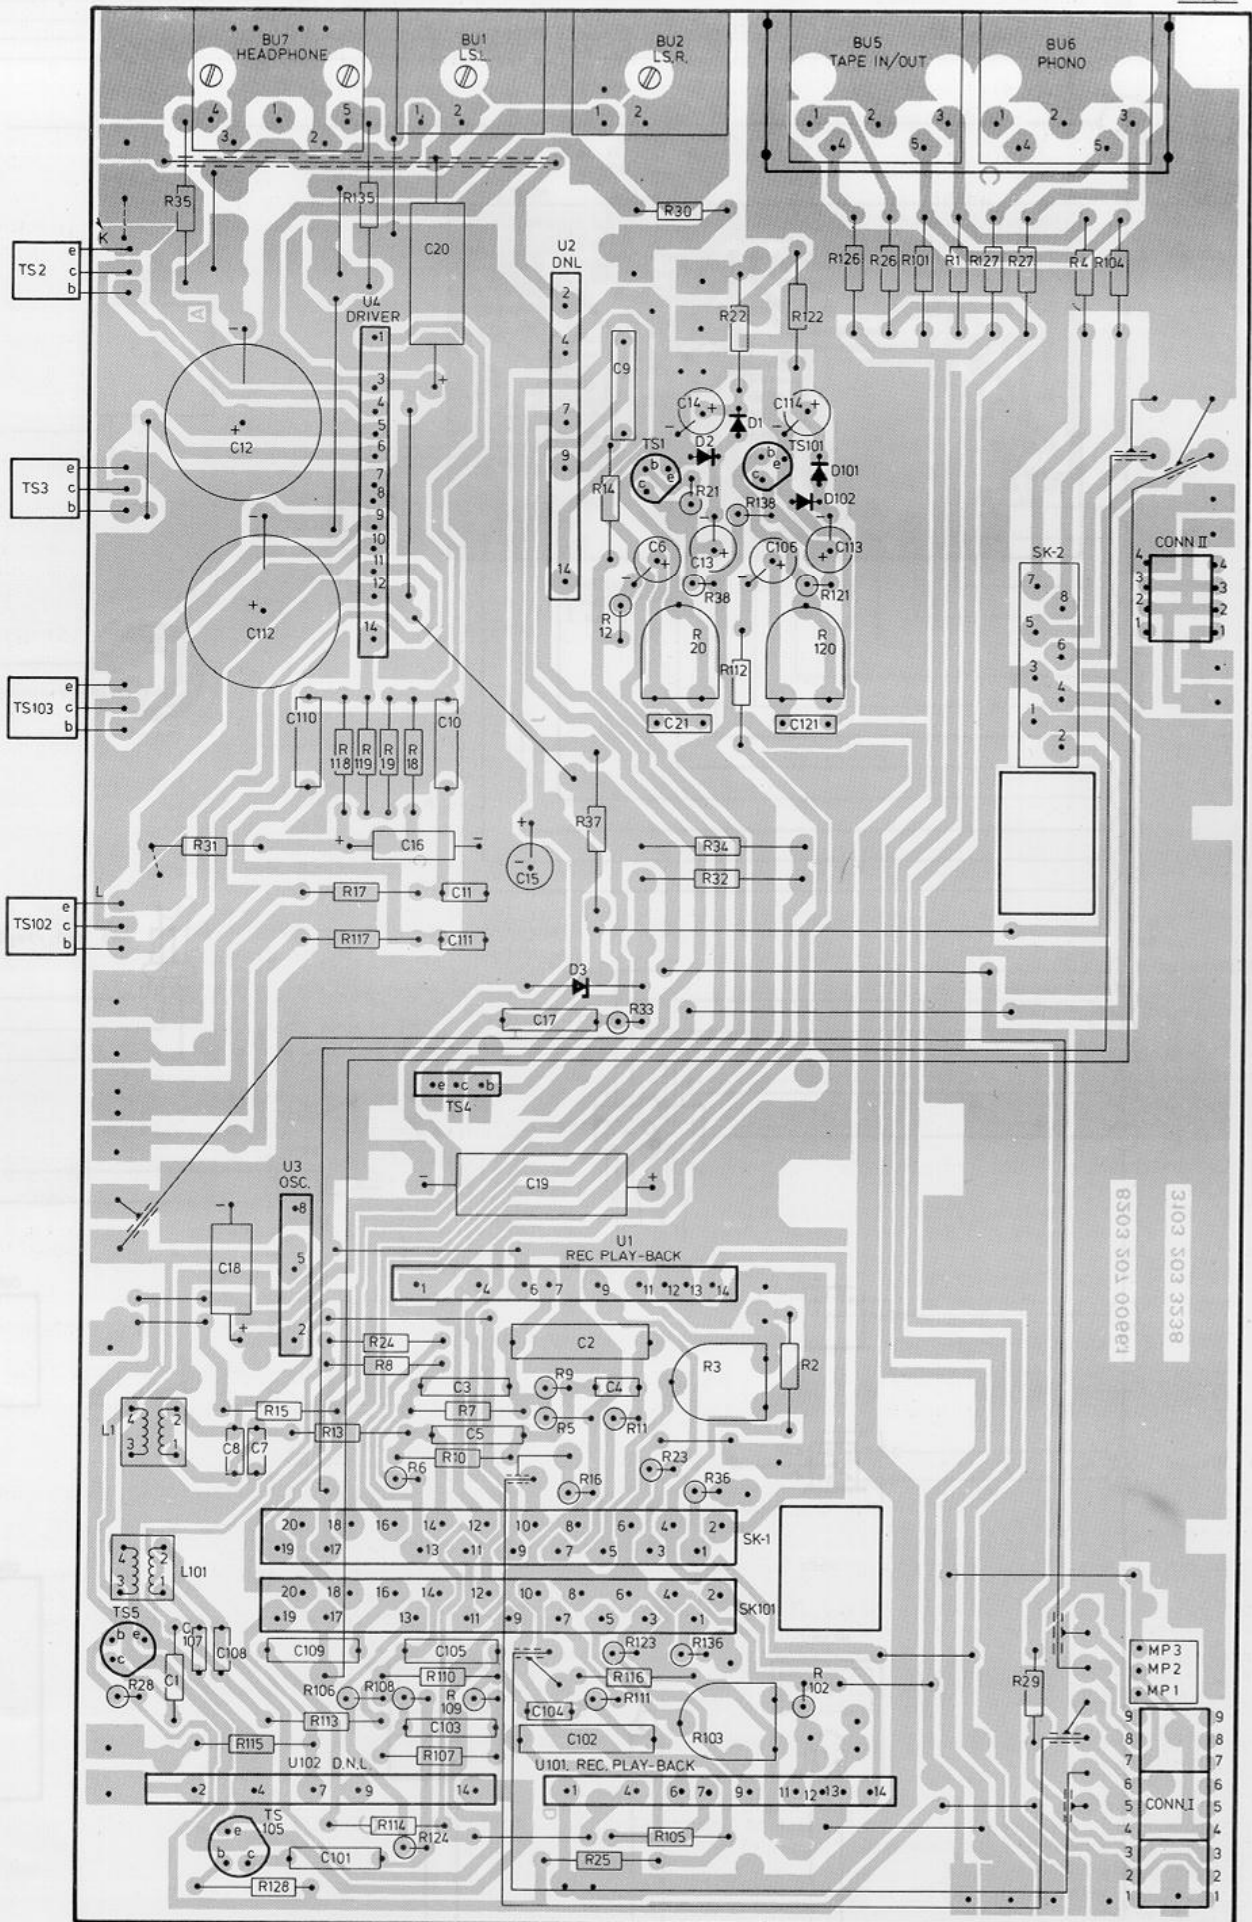

Fig. 12
I. INSTELLING VAN DE OPNEEMINDIKATOR, LINKS (RECHTS), zie fig. 12 en 13
II. INSTELLING VAN DE VOORMAGNETISATIESTROOM (zie fig. 12 en 13)
III. INSTELLING VAN DE WEERGEEFGEVOELIGHEID, LINKS (RECHTS), zie fig. 12 en 13
IV. INSTELLING VAN DE RUSTSTROOM EINDTRANSISTOREN (fig. 12 en 13)
VII. KONTROLE VAN DE OPNEEMGEVOELIGHEID (fig. 12 en 13)